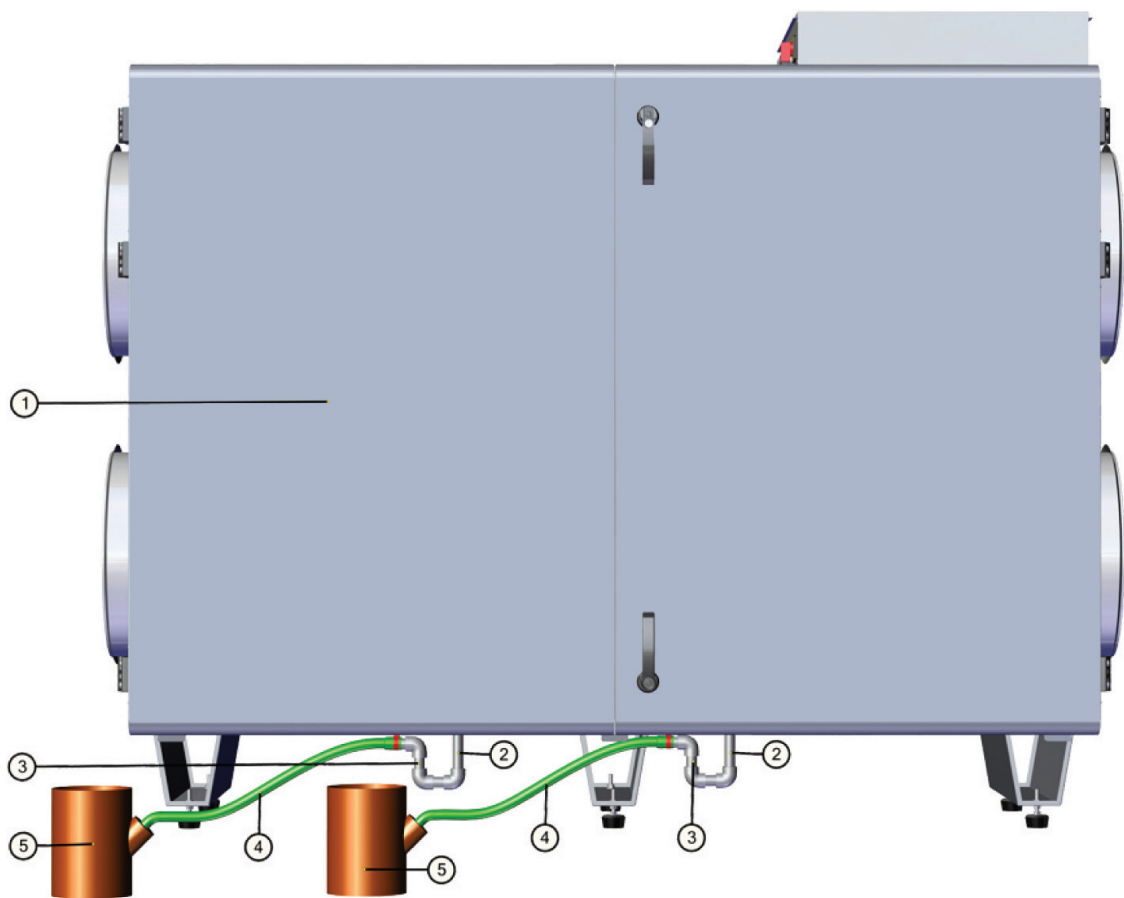

Рис. 9.1. Отвод конденсата от вентустановки.
После установки вентустановки необходимо установить систему отвода конденсата. Отверстия для слива конденсата смонтированы на заводе-изготовителе. К отверстиям для слива конденсата необходимо подключить входящие в поставку сифон (3) или сифоны (в зависимости от типоразмера вентустановки) и при помощи труб (4) произвести подключение к канализационной системе (6), как показано на Рис. 9.1.
Система отвода конденсата должна эксплуатироваться в помещениях с температурой воздуха выше 0 °С, в противном случае необходимо покрыть тепловой изоляцией всю систему отвода конденсата от вентустановки до канализационной трубы и проложить нагревательный элемент (в виде кабеля) под изоляцией. Схема отвода конденсата от вентустановки показана на Рис. 9.1.